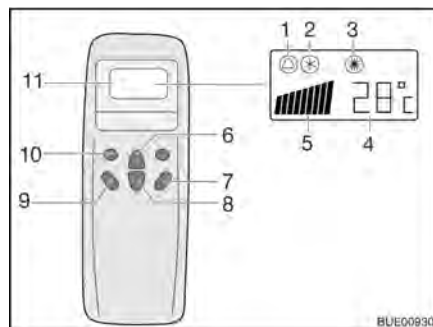
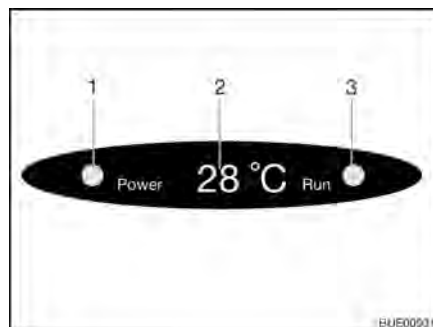

Fig. 143 Mando a distancia
Fig. 144 Indicación en el difusor
- Pulsar la tecla "ON/OFF" (Fig. 143,7).
- Pulsar la tecla "Mode" (Fig. 143,10) las veces que sean necesarias hasta que se visualice el modo de funcionamiento deseado (Fig. 143,1, 2 ó 3) en el display. La luz de control correspondiente en la indicación del difusor (Fig. 144,3) estará encendida.
- Ajustar la temperatura deseada con las teclas Aumentar temperatura (Fig. 143,6) o Reducir temperatura (Fig. 143,8).
- Seleccionar la etapa deseada del ventilador con la tecla Velocidad del ventilador (Fig. 143,9).